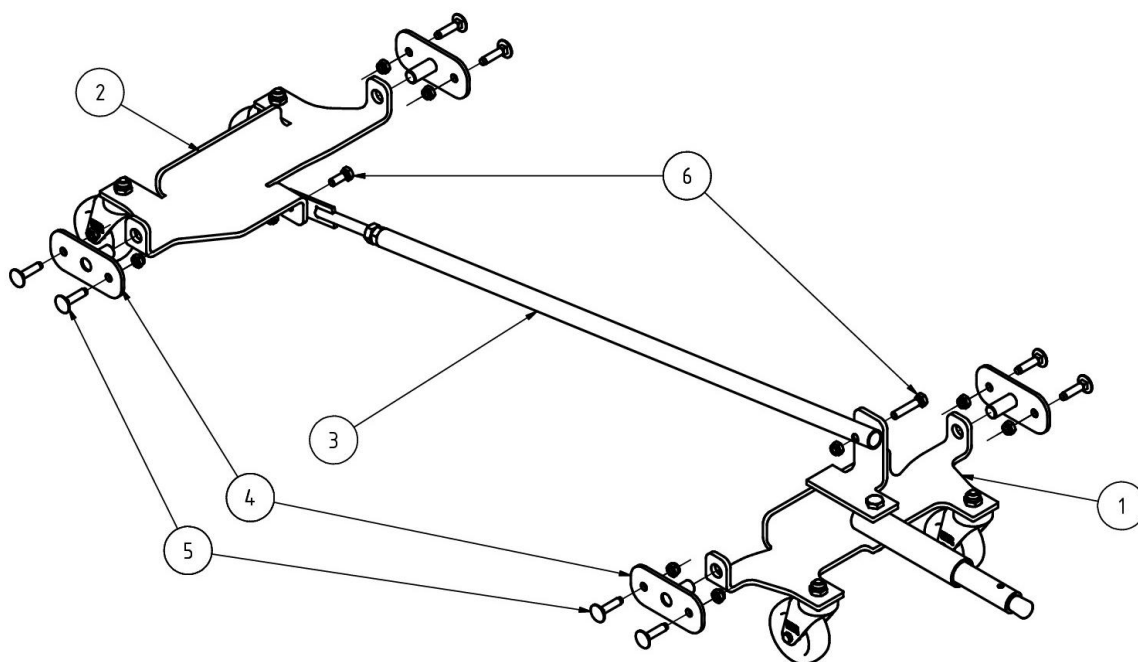

Abb. 2: Sport-Thieme Schwenkrollen-Einrichtung
Zur Montage der Schwenkrollen-Einrichtung (Abb. 2) stecken Sie zunächst die Achslager ④ in die Rohrenden der beiden Radsätze ① und ②.